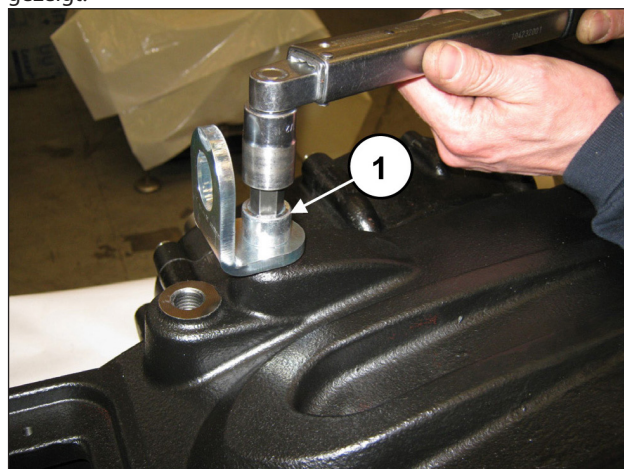

Abb. 95
Setzen Sie die Passfeder 14x9x60 in das Ritzel ein. Bringen Sie die Verschlüsse und Hehebügel mit den entsprechenden Schrauben M16x30 an (Pos. ①, Abb. 95). Eichen Sie die Schrauben mit einem Drehmomentschlüssel, wie in Kapitel 3 EICHWERTE FÜR DEN SCHRAUBENANZUG gezeigt.